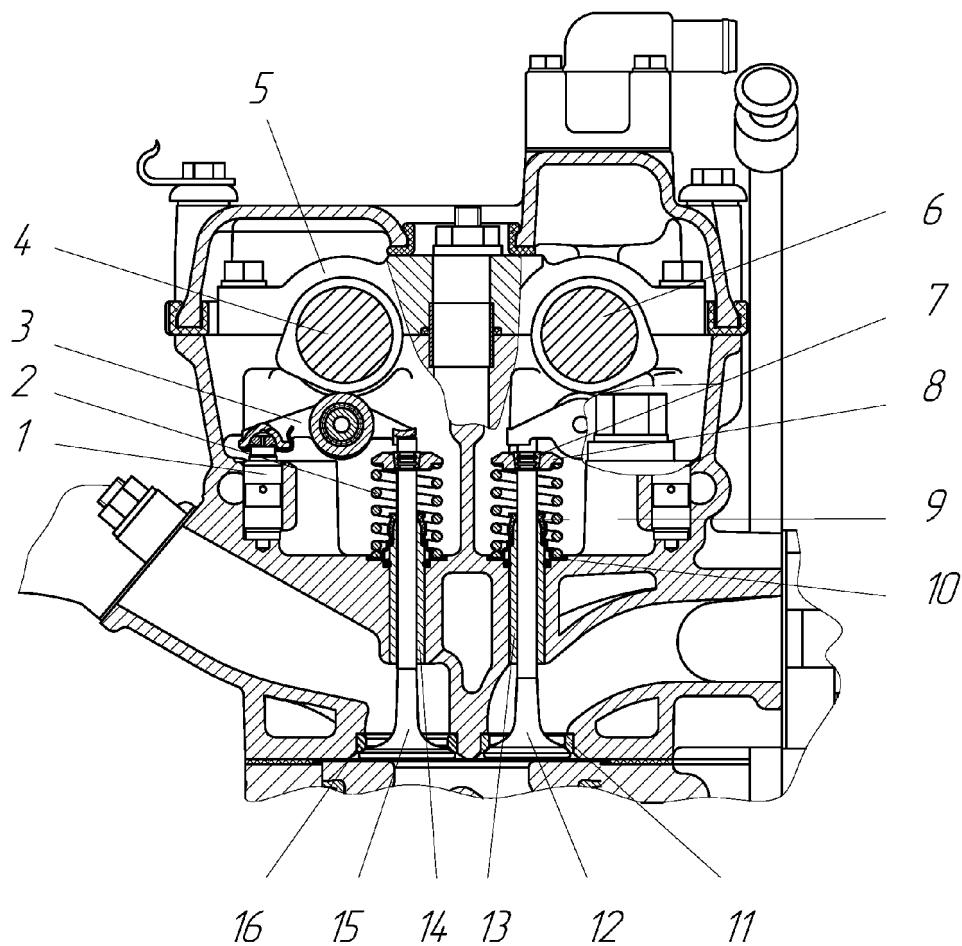
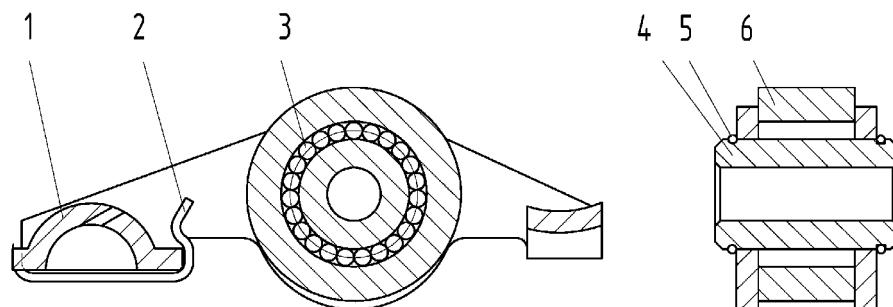

Рисунок 13 – Привод клапанов:
Рисунок 14 – Рычаг привода клапана:
**Привод клапанов** (Рисунок 13). Клапаны приводятся от распределительных валов через одноплечий рычаг 3. Одним концом, имеющим внутреннюю сферическую поверхность, рычаг опирается на сферический торец плунжера гидроопоры 1. Другим концом, имеющим криволинейную поверхность, рычаг опирается на торец стержня клапана. Ролик 6 (Рисунок 14) рычага привода клапана беззазорно контактирует с кулачком распределительного вала. Для уменьшения трения в приводе клапанов ролик установлен на оси 4 на игольчатом подшипнике 3. Рычаг передает перемещения, задаваемые кулачком распределительного вала, клапану.
**Клапаны** (Рисунок 13) впускной 15 и выпускной 12 изготовлены из жаро-прочной стали, выпускной клапан имеет жароупорную износостойкую наплавку ра-